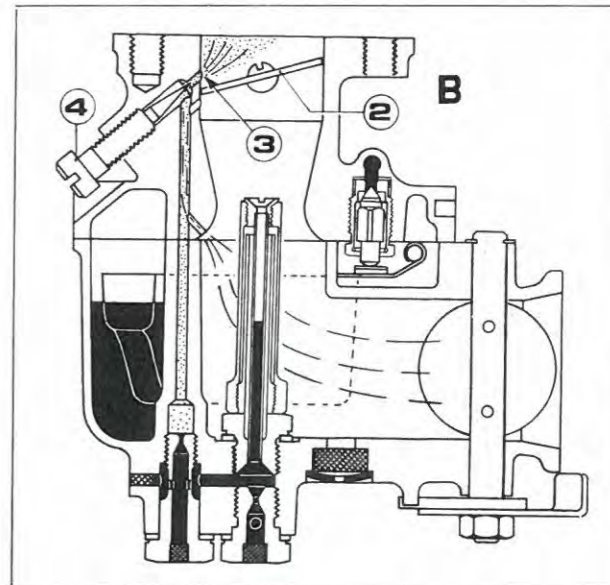

Fig. 36
B - Au ralenti, avec le papillon mélange fermé (2) et papillon starter ouvert, l'aspiration du piston met en dépression le conduit du ralenti à travers le trou (3) en bas du papillon. Le dispositif du ralenti comprend la vis de réglage (4) pour doser le mélange (Fig. 36).
B - Bei Leerlauf mit geschlossener Drosselklappe (2) und offener Starterklappe erzeugt das Ansaugen des Kolbens einen Unterdruck im Leerlaufkanal durch die Öffnung (3) im Ansaugkanal hinter der Drosselklappe. Die Leerlaufvorrichtung schließt die Leerlaufgemischregulierschraube (4) ein (Abb.36).